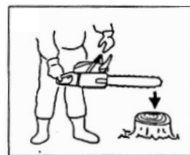

Рис. 12
- 2) Удерживая пильную цепь в горизонтальном положении, снимите руку с передней рукоятки, толкните концом направляющей шины бревно или кусок дерева (рис. 12) и проверьте работу тормоза. Рабочий уровень изменяется в зависимости от размера шины.